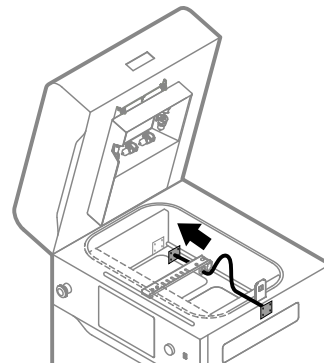

Abb. 12.15 Installiere eine neue Recoater-Kordel.
18. Lege die Platte mit der Feder auf der Print Bed-Seite. Achte darauf, dass die Feder in das Loch hinter der Platte eingepasst wird. Ziehe die Schrauben nicht bis zum Ende des Bereichs an (Abb. 12.15).
20. Wickle die Recoater-Kordel auf das Rollentracing-Rad (Abb. 12.15).